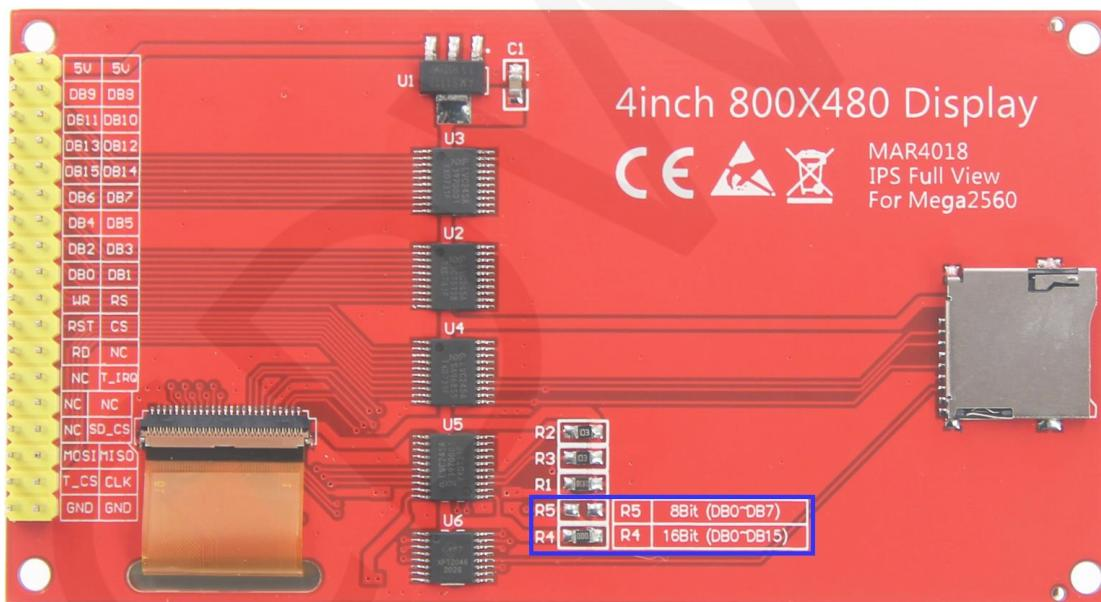

图 1. 模块引脚丝印图
- 该模块硬件支持8位和16位并口数据总线模式切换（如上面图1中蓝框所示），具体说明如下：
8 位和 16 位数据总线模式切换电路用于切换数据总线类型 (8 位模式和 16 位模式), 具体说明见以上图 1 中红框内所示或者查阅模块电路原理图。